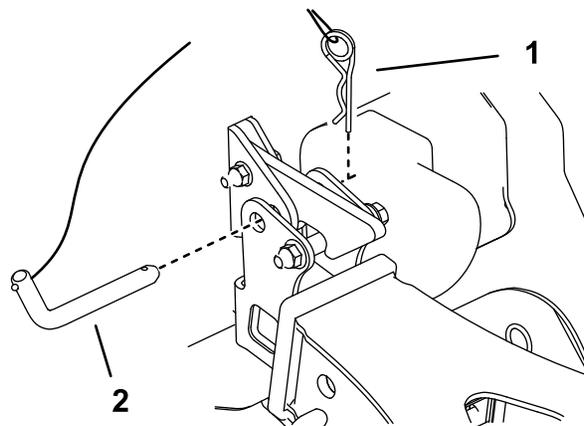

Figure 18
5. Utilisez la goupille d'attelage et la goupille fendue pour fixer la souffeuse au dispositif d'attelage (Figure 18).